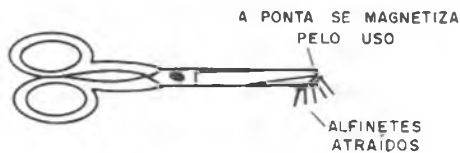

FIGURA 7
a) *Atrito*: de tanto usar uma ferramenta, como tesoura, por exemplo, os ímãs elementares se orientam e ela passa a atrair pequenos objetos de metal, ou seja, se torna um ímã. figura 7